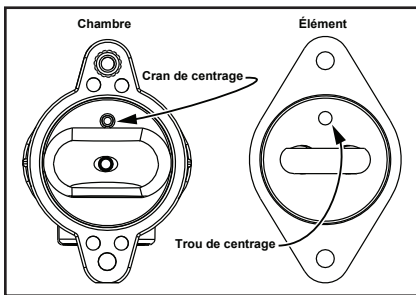

Figure 21 - Cran de la chambre, trou de centrage de l'élément.
- 2 Mettre l'élément en place en alignant le trou de centrage de l'élément et le cran de la chambre. Attacher l'élément en serrant les vis du support de fixation en alternance. NE PAS trop serrer les vis. Voir Figure 21.